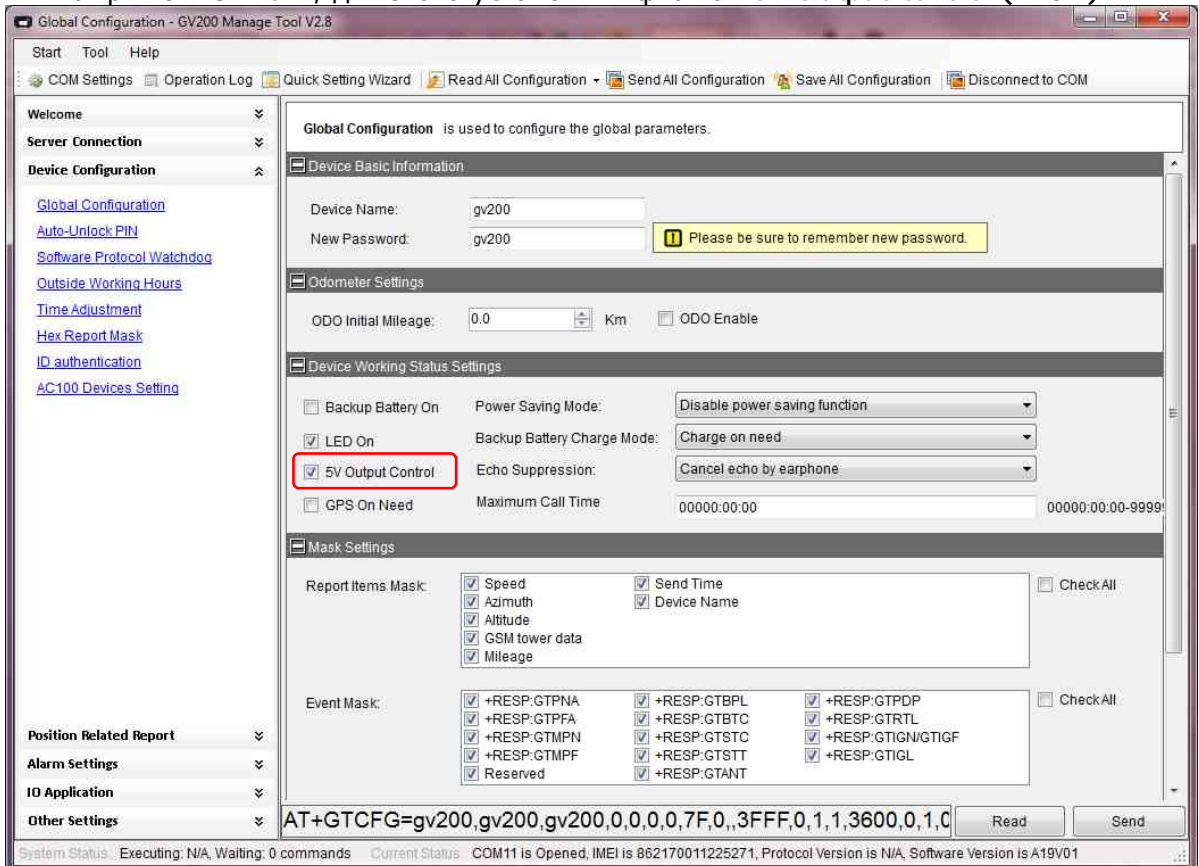

Рисунок 1
3.2. Для подачи приема данных от ДУТ-Е 232 ан вход DTR необходимо подать напряжение + 5 В, для этого установить флажок 5V Output control (Рис.1):